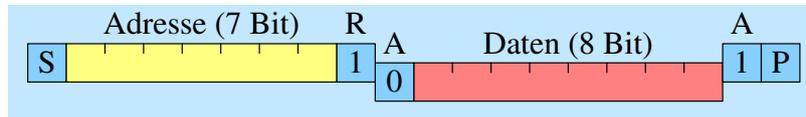

Abbildung 3: Master liest ein Byte
**4.2.3.2 Beispiel: Master liest ein Byte** In Abbildung 3 ist der Verlauf für das Lesen eines Bytes dargestellt. Zur Vereinfachung sind die Zeiträume für die Start-/Stop-Aktionen sowie für die Übertragung der Bits nur noch als Kästchen dargestellt. Die tiefgestellten Kästchen kennzeichnen dabei die Übertragungen, die vom Slave zum Master hin stattfinden.